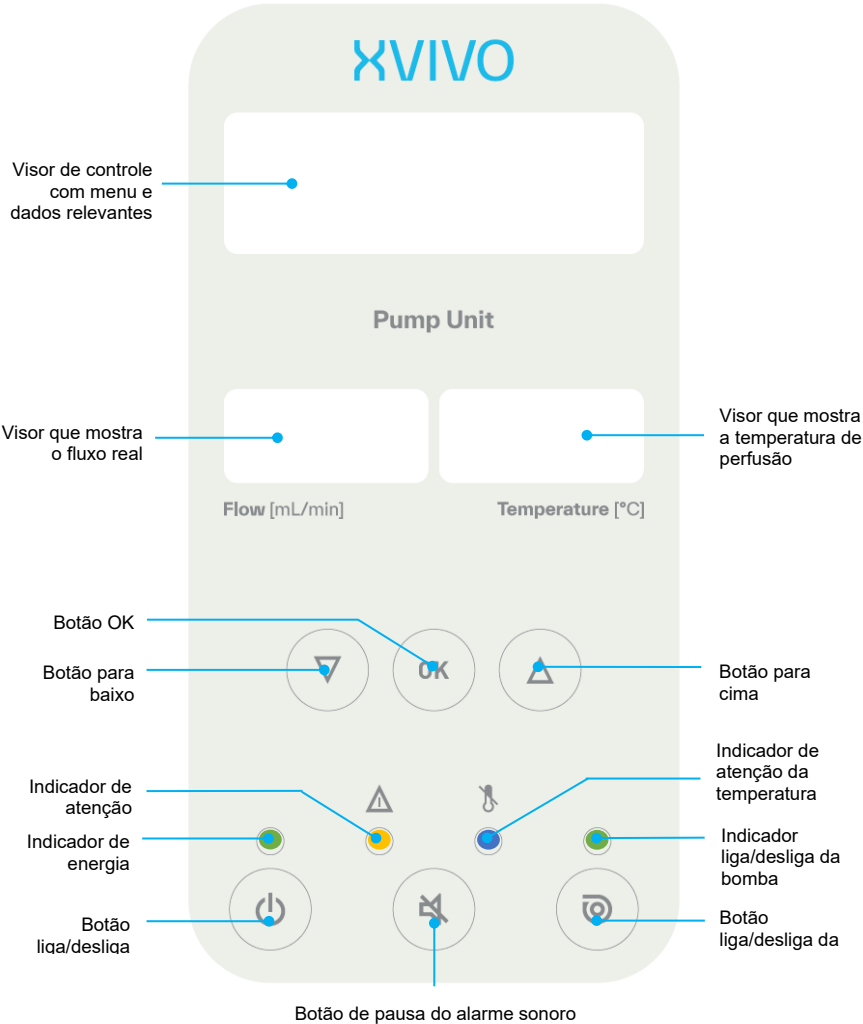

Figura 3 Unidade de bomba do painel de controle
- Conecte o cabeçote da bomba ao acoplamento magnético da bomba localizado na parte externa da unidade de bomba do Kidney Assist (Figura 3, item 13).